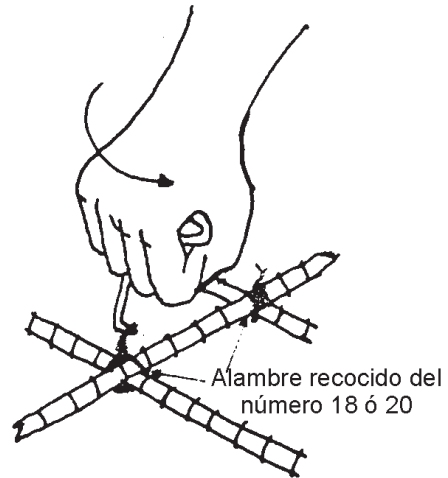

Figura 6
- Amarra las uniones de las varillas de las dos capas, utilizando alambre recocido del número 18 ó 20 (figura 6).